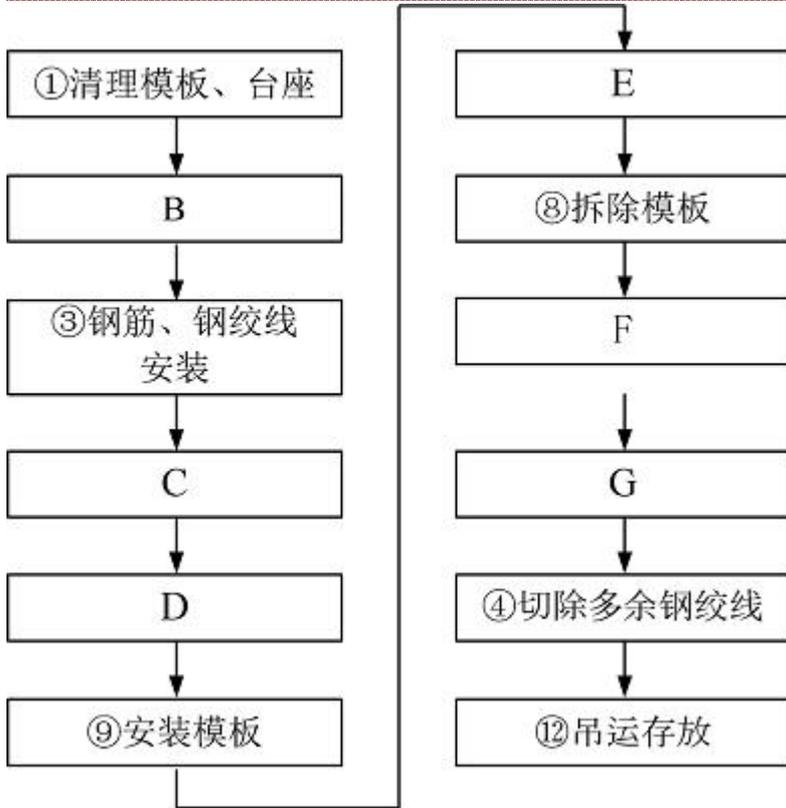

图 2-2 空心板预制施工工艺流程框图
- (2) 将空心板的预制工作分解成①清理模板、台座, ②涂刷隔离剂, ③钢筋、钢绞线安装, ④切除多余钢绞线, ⑤隔离套管封堵, ⑥整体放张, ⑦整体张拉, ⑧拆除模板, ⑨安装模板, ⑩浇筑混凝土, ⑪养护, ⑫吊运存放等 12 道施工工序, 并确定了施工工艺流程如图 2-2 所示。(注: ①~⑫为各道施工工序代号)
2. 写出图 2-2 中空心板施工工艺流程框图中施工工序 B、C、D、E、F、G 的名称。(选用背景资料给出的施工工序①~⑫的代号或名称作答)